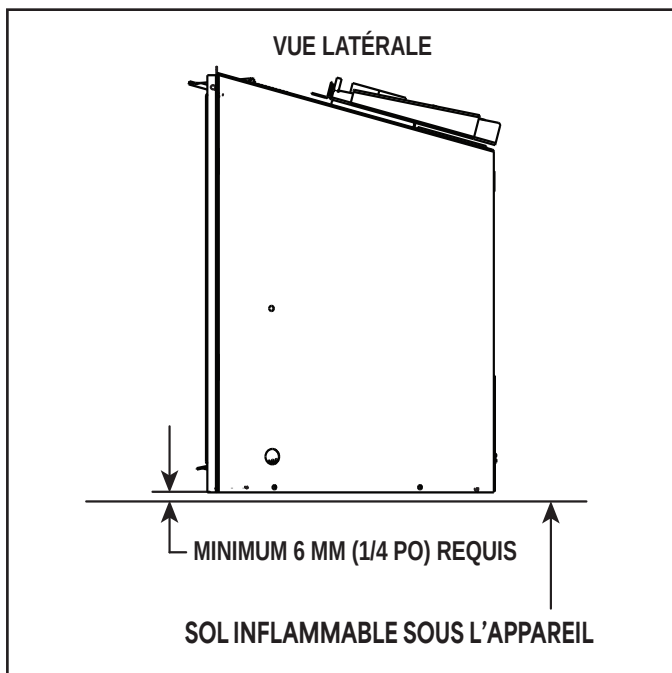

Figure 3.5 Dégagement par rapport au sol pour combustible solide
- Un espace minimal de 6,35 mm (1/4 po) entre le bas de l'appareil et le sol métallique de la boîte à feu pour combustible solide est **RECOMMANDÉ**. Voir la vue latérale à la figure 3.5.